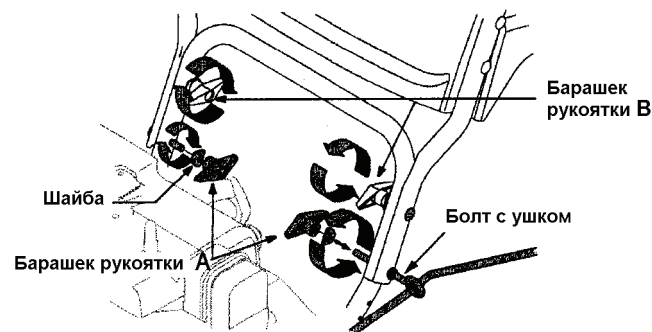

Рисунок 2
4. Вставьте болт с ушком в нижнее отверстие, имеющееся на обеих рукоятках (нижней и верхней) слева, наденьте шайбу и затяните барашек А, снятый ранее. Смотрите рисунок 2.
**5.** Вставьте болт в нижнее отверстие, имеющееся на обеих рукоятках (нижней и верхней) справа, наденьте шайбу и затяните второй барашек А, снятый ранее. Смотрите рисунок 2.